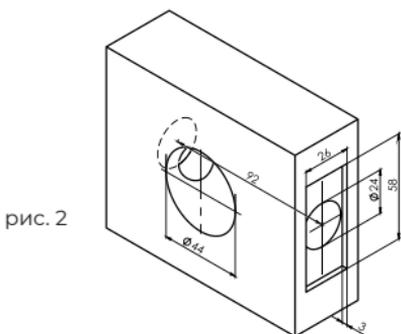

рис. 2
Разметьте дверное полотно согласно чертежу (рис. 2) и вырежете два отверстия и посадочное место под планку дверной защелки. Установите дверную защелку (1) и зафиксируйте саморезами (7). Закройте дверь и разметьте место под ответную планку (2). Сделайте углубление в дверном коробе на 3 мм и просверлите отверстие под ригель дверной защелки (1). Установите ответную планку (2) на одной высоте с дверной защелкой (1). Ригель дверной защелки должен входить на всю длину в ответную планку (2).